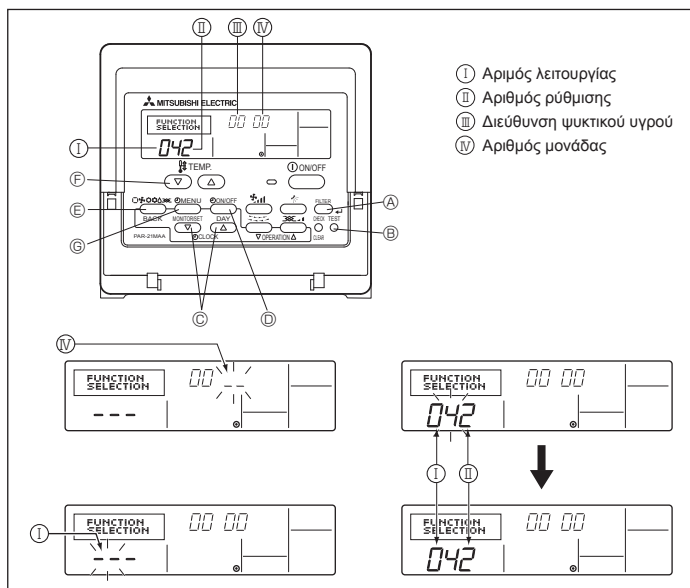

Fig. 6-6
6.3.1. Ρύθμιση λειτουργίας από τη μονάδα (Fig. 6-6)